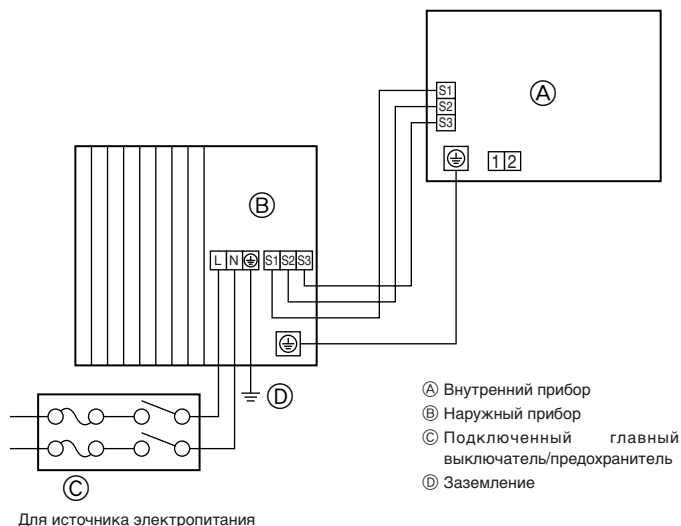
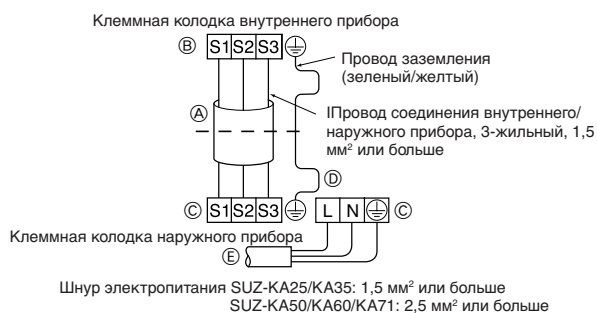
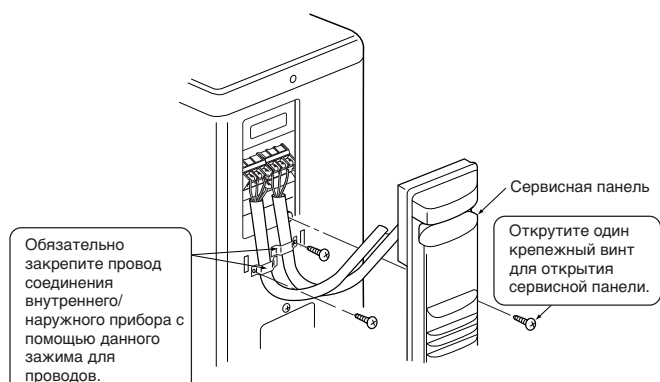
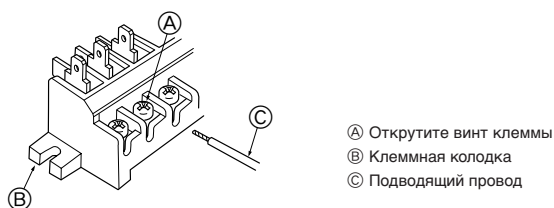

Рис. 6-1
Рис. 6-2
Рис. 6-3
Рис. 6-4
6.1. Наружный прибор (Рис. 6-1, Рис. 6-2, Рис. 6-3, Рис. 6-4)
- Проложите кабели в соответствии с Рис. 6-1, Рис. 6-2, Рис. 6-3 и Рис. 6-4.
- Проложите проводку в соответствии со схемой слева внизу. (Приобретите кабель на месте) (Рис. 6-2)
- Будьте внимательны и подключайте провода правильно. (Рис. 6-4)